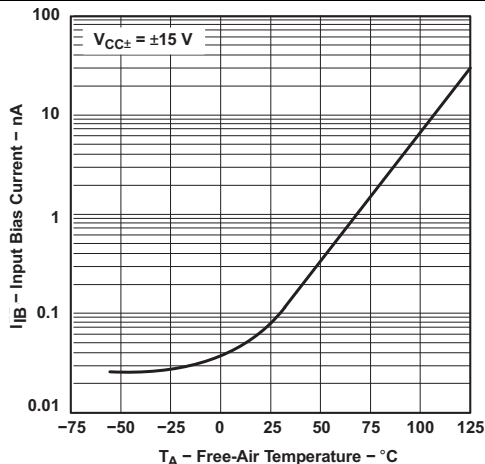

图 1. 输入偏置电流与自然通风温度间的关系
(1) 除非另有说明，所有特性均在开环条件下以零共模电压测定。
(3) FET 输入运算放大器的输入偏置电流是正常的结反向电流，此电流对温度敏感，如图 1 所示。必须使用脉冲技术来保持结温尽可能接近环境温度。
- (1) FET 输入运算放大器的输入偏置电流是正常的结反向电流，此电流对温度敏感，如图 1 所示。必须使用脉冲技术来保持结温尽可能接近环境温度。
- (2) 除非另有说明，所有特性均在开环条件下以零共模电压测定。完整范围为 $T_A = -55^\circ C$ 至 $+125^\circ C$ 。
(1) FET 输入运算放大器的输入偏置电流是正常的结反向电流，此电流对温度敏感，如图 1 所示。必须使用脉冲技术来保持结温尽可能接近环境温度。
(2) 除非另有说明，所有特性均在开环条件下以零共模电压测定。完整范围为 $T_A = -55^\circ C$ 至 $+125^\circ C$ 。